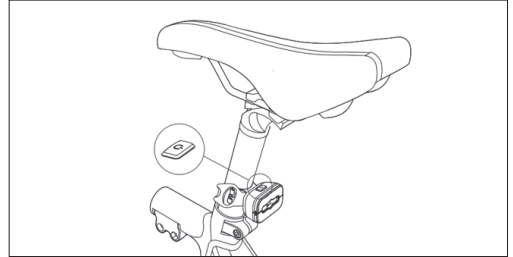

Figura 9-2
b. Monte la luz trasera en el tubo de asiento, como se muestra en la **Figura 9-2**.